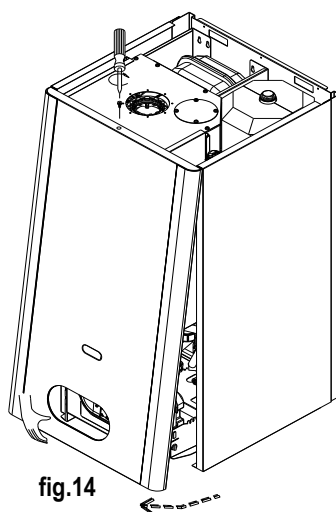
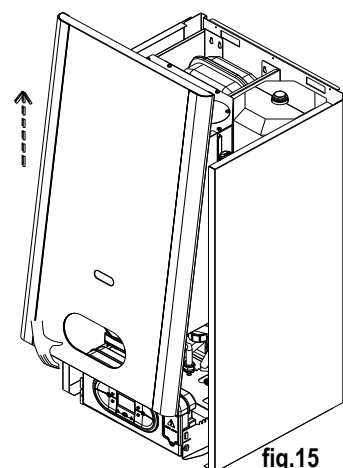

fig.14
fig.15
- Retirer la vis de fixation placée sur le bord supérieur du panneau (Fig.14).
- Saisir le panneau par le bas, le tirer vers soi (fig.14) et l'extraire en le poussant vers le haut (fig.15).
- Retirer le panneau avant (voir fig. 14 et 15) ;